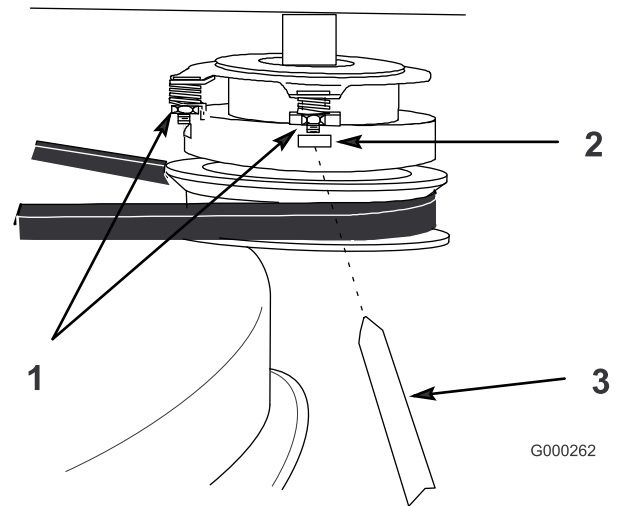

Figura 40
- Para ajustar el embrague, apriete o afloje las contratuercas de los espárragos (Figura 40).
- Verifique el ajuste insertando una galga a través de las ranuras junto a los espárragos (Figura 40).